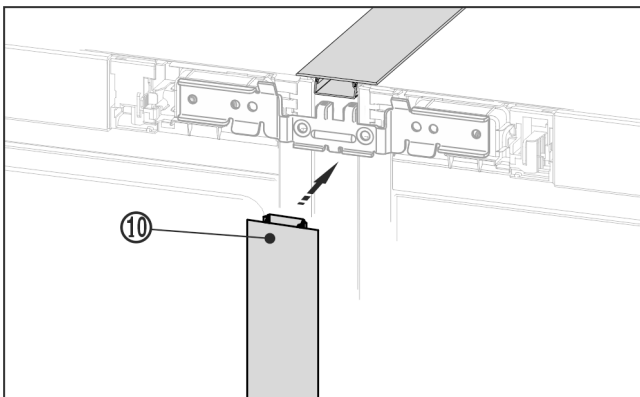

Fig. 23
- ▶ Tryck in den långa täcklisten Fig. 23 (10) i den vertikala spalten på framsidan. Kontrollera då att listerna går upp mot förbindelseplåten.